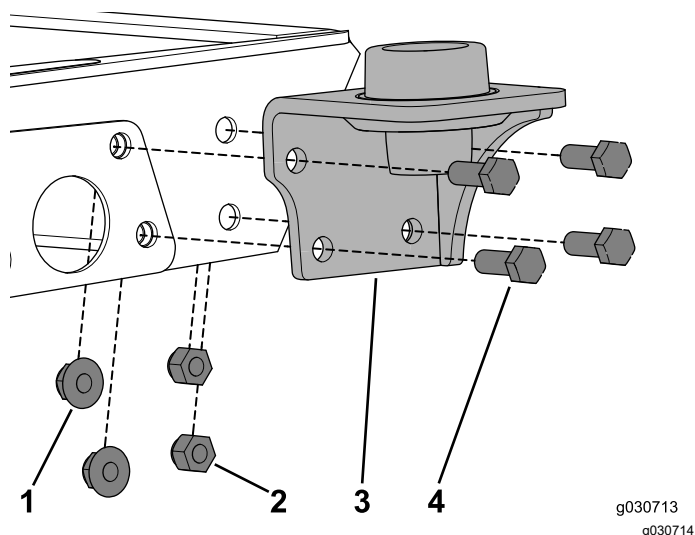

Figura 19
1. Rimuovete la bulloneria esistente e utilizzate i 4 bulloni ($\frac{3}{8}$ " x 1"), i 2 dadi flangiati e i 2 dadi di bloccaggio che fissano il supporto alla macchina (Figura 19).